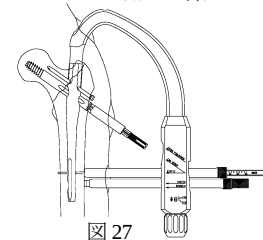

図 27
- 24) ドリルスリーブを外し、スクリュースリーブ先端を骨面に押し当て、ディスタルススクリュー用デプスゲージを挿入し先端フックを内側皮質に引っ掛け、スクリュー長を計測します。（図 27）